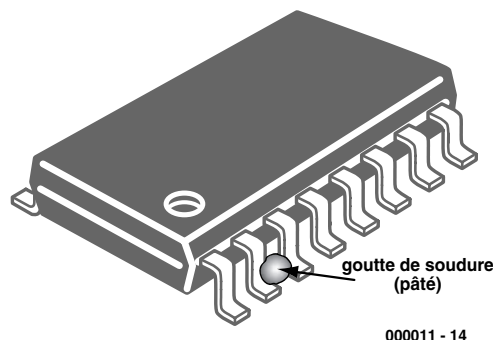

Figure 4. Il est normal que l'on ait, lors de la soudure de circuits intégrés CMS, l'une ou l'autre bille de soudure constituant un court-circuit involontaire.
- Procéder ensuite à la soudure du reste des pattes. En cas d'écartement très serré il arrivera inévitablement que l'on ait des soudures impliquant plusieurs pattes simultanément (**figure 4**), problème que nous résoudrons lors d'une étape ultérieure. Ne pas hésiter à effectuer une pause de temps à autre pour éviter une